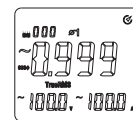

图10-1
- 4) 负载为三相四线制时，先按SELECT键选择第一相位 $\phi 1$ ，如图10-1，显示相位 $\phi 1$ 的功率因数cos(φ)值，电压V值，电流A值。